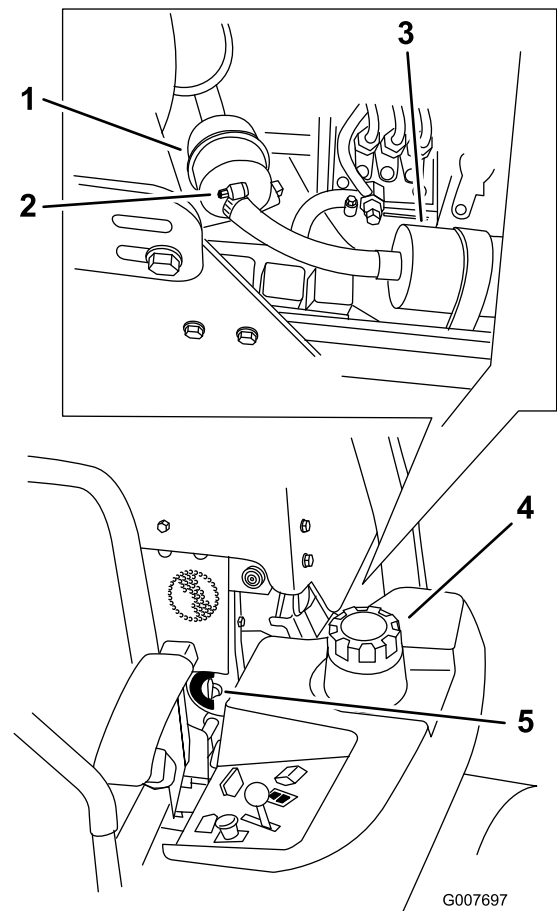

Figure 55
4. Fermez le robinet d'arrivée de carburant (Figure 55).
5. Desserrez les 2 colliers de flexibles et débranchez les conduites d'alimentation du filtre à carburant (Figure 55).
6. Remplacez le filtre. Branchez les conduites d'alimentation au filtre à carburant et montez les colliers de flexibles (Figure 55).